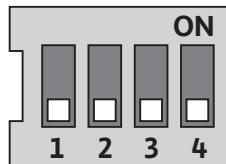

Fig. 29: DIP-afbryder
DIP-afbryderne (fig. 9, pos. 6/fig. 29) befinder sig under husdækslet.